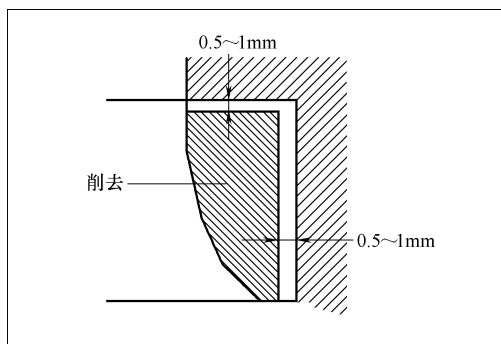

图 2-83 削去内侧气门座
③ 修整气门座后,用研磨膏将气门与气门座配对研磨。然后检查气门杆凸出高度。
① 如图 2-83 所示,将要更换的气门座从内侧削